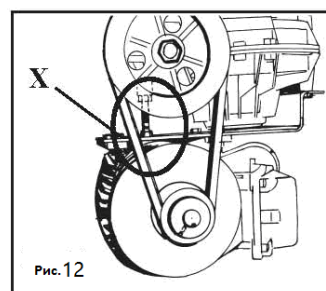

Рис. 12
- Затяните приводной ремень с помощью специального регулировочного винта X на опоре двигателя (рис. 12)